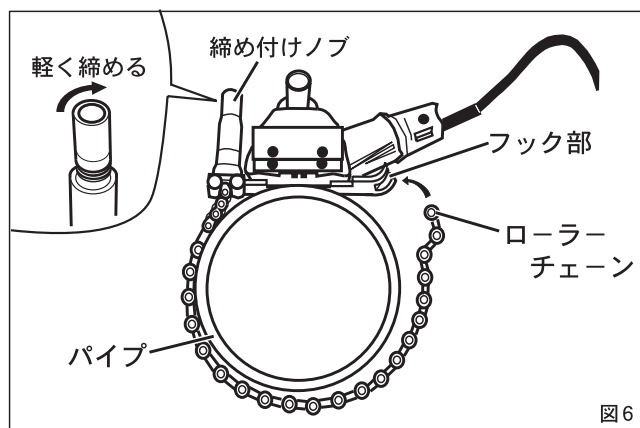

図6
溝切機の取付け（図6～8）
- ① 締め付けノブを反時計方向に止まるまで回してください。
- ② 溝切機のガイドブロックをガイドリングにはめ込み、（NSグルーバー取扱説明書P.10-図19参照）ローラーチェーンをパイプに抱き付かせてから、フック部にローラーを掛けてください。（図6）
- ③ 締め付けノブを回してローラーチェーンのたるみを取り、ローラーチェーンが外れないようにしてください。